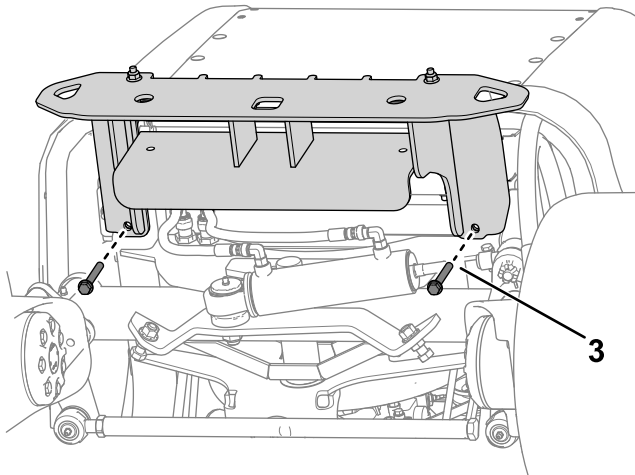

Bild 12
- Befestigen Sie den oberen Bereich des Stoßfängers mit vier Schrauben ( $\frac{3}{8}$ " x  $3\frac{1}{4}$ " ) und 4 Muttern ( $\frac{3}{8}$ " ) lose am Maschinenrahmen, wie in Bild 12 dargestellt.
4. Befestigen Sie den Stoßfänger mit zwei Schrauben ( $\frac{3}{8}$ " x  $2\frac{3}{4}$ " ) und zwei Muttern ( $\frac{3}{8}$ " ) lose unter dem Maschinenrahmen, wie in Bild 12 dargestellt.